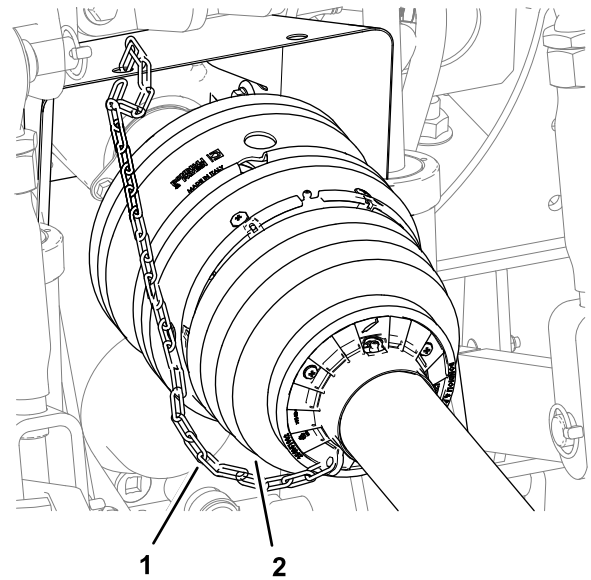

Bild 32
6. Befestigen Sie die Rückhaltekette an einem festen Teil des Zugfahrzeugs (Bild 32).